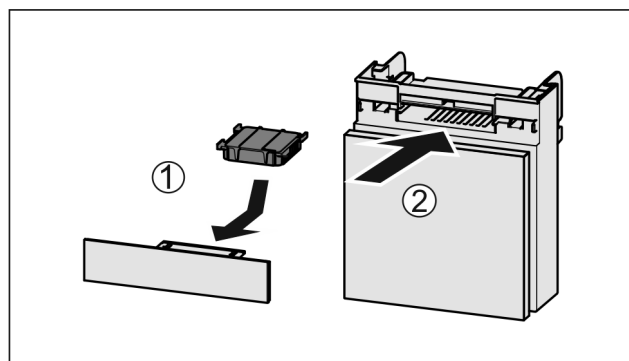

Fig. 117
- ▶ Установите фильтр с активированным углем, как показано на рисунке Fig. 117 (1).
- ▶ Вставьте отделение Fig. 117 (2).